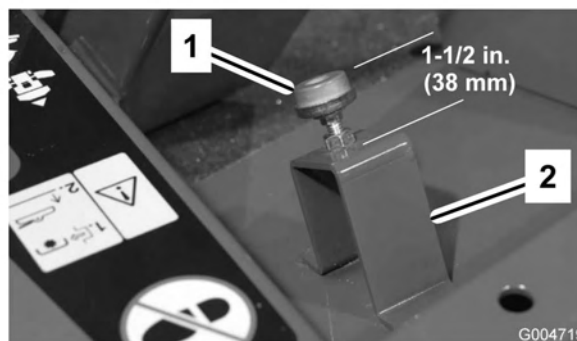

Bild 66
2. Prüfen Sie die Einstellung des Anschlages des Fahrpedals. Der Abstand zwischen der Oberseite des Ständers und der Oberseite des Anschlages muss 38 mm betragen (Bild 66). Lockern Sie die Muttern und stellen die Entfernung bei Bedarf ein.